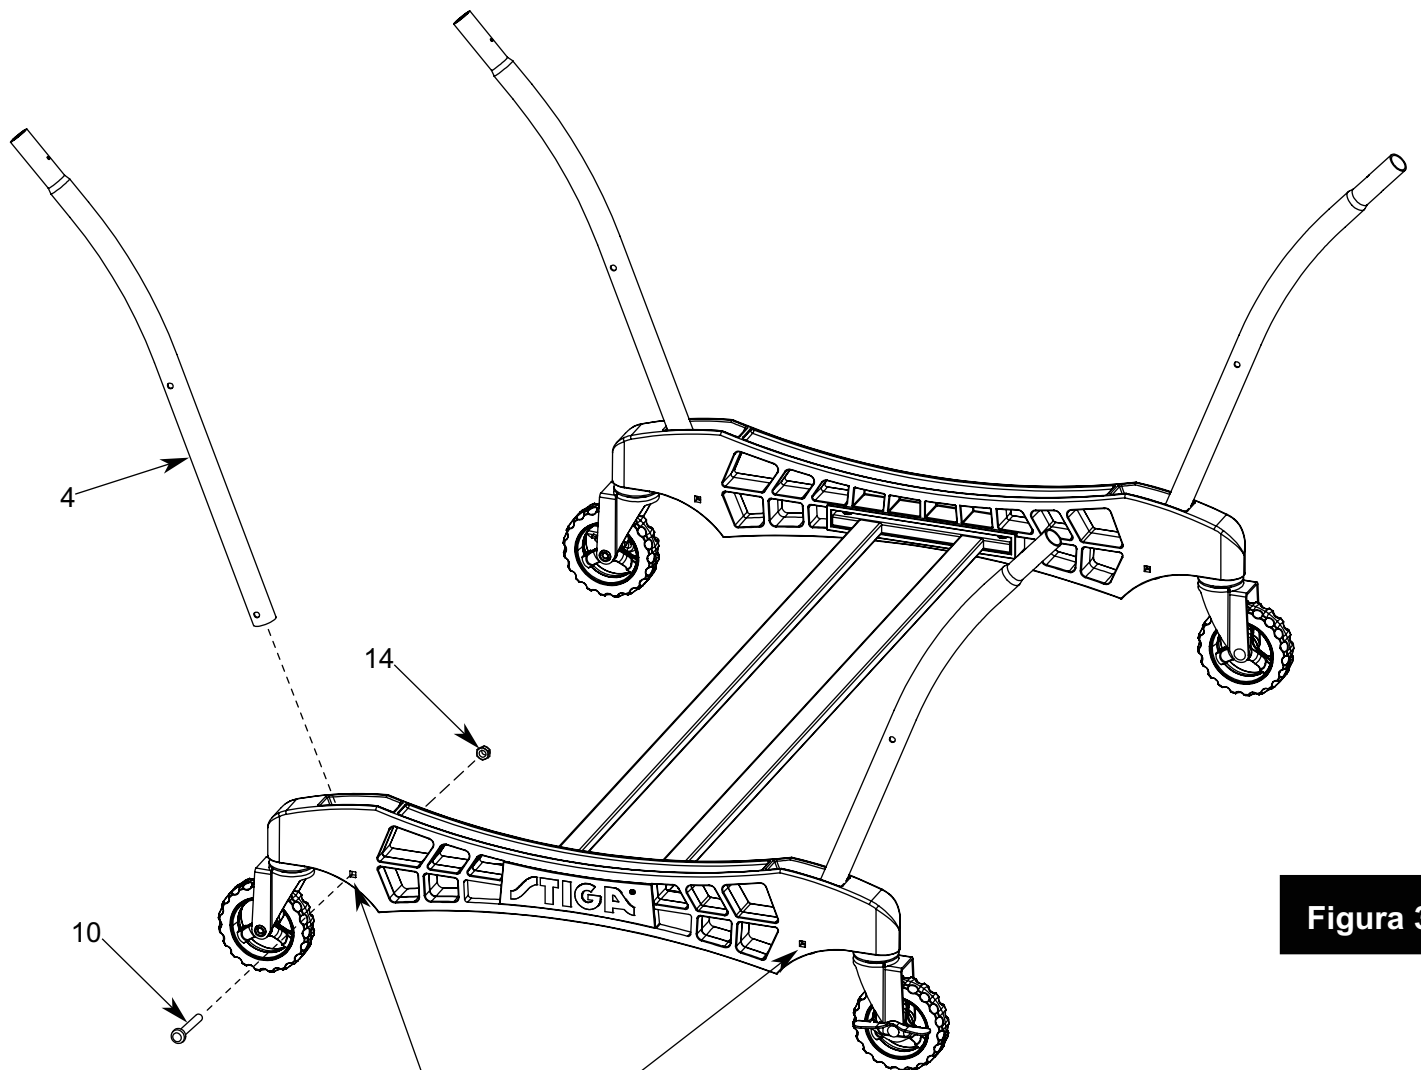

Figura 3
3. Una cuatro Tubos Estructurales (#4) a el Carril ensamblado utilizando cuatro Tornillos de Carruaje (#10) y cuatro Tuercas de Seguridad (#14) como se muestra en la **FIGURA 3**. Apriete las tuercas bien pero **NO SOBRE APRIETE**.